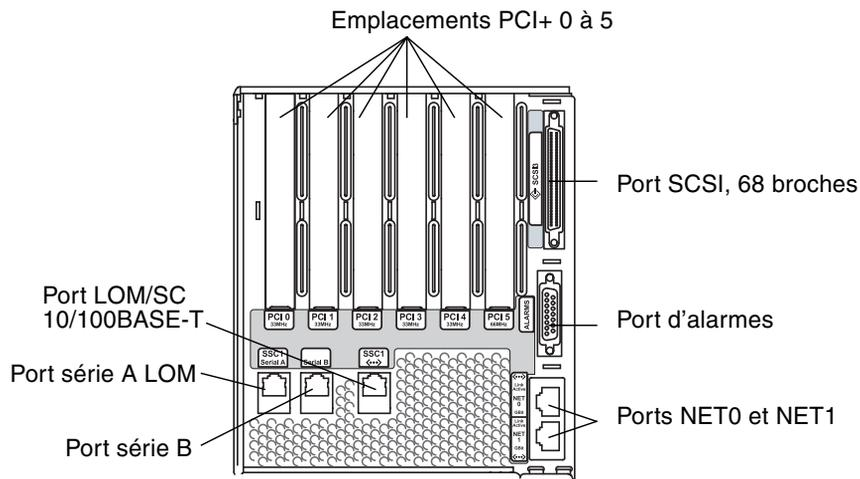

FIGURE 1-26 Contrôleur système et emplacement des blocs d'E/S
1. Connectez la console d'administration au port série A LOM (FIGURE 1-26).
1. Connectez le port Ethernet LOM 10/100BASE-T à la console d'administration de votre choix (hub local, routeur ou commutateur) (FIGURE 1-26).
1. Connectez une extrémité du câble Ethernet d'E/S au port Ethernet NET0/NET1 (voir FIGURE 1-26).
1. Connectez un terminal au port série de la carte de contrôleur système (FIGURE 1-26).